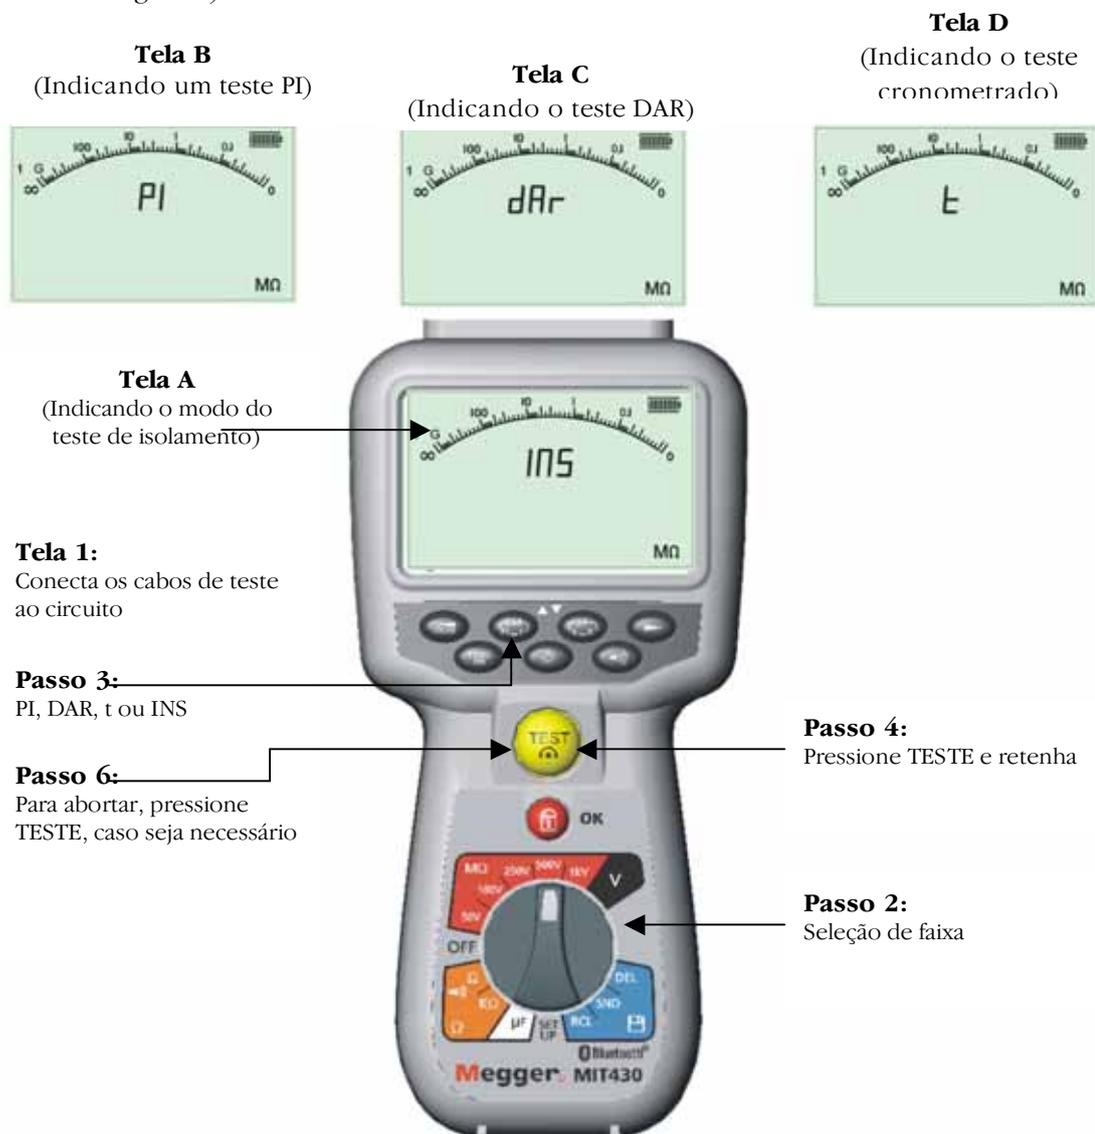

Figura 7 Resistência de isolamento – modos cronometrados
4. Observação: O tipo de teste falha à resistência de isolamento quando a chave de faixa é movida. Ver a figura 7 telas B,C & D.